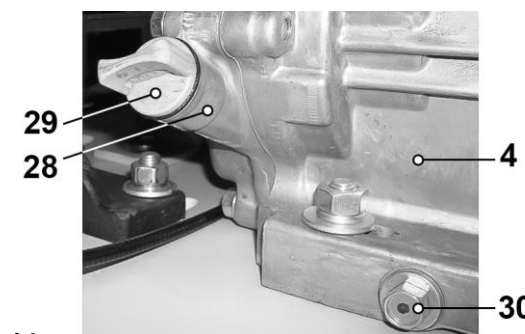

Рис. 14
8.1. Проверка уровня масла в двигателе (Рис. 14 - 16). Для долива и замены используйте моторное масло для 4-тактных двигателей вязкостью **SAE 10W-30**.
8.1.3. Выкрутите крышку (29) со щупом из маслоналивной горловины (28) и извлеките масляный щуп (29). Вытрите его чистой сухой ветошью (Рис. 14, 15).
8.1.8. Установите на место крышку со щупом (29) (Рис. 14) и плотно ее закрутите.
8.2.1. Для слива масла из двигателя (4) выверните крышку со щупом (29) из горловины (28) маслоналивного отверстия и пробку (30), слейте масло (Рис. 14).
8.2.4. Установите обратно в маслоналивную горловину (28) крышку со щупом (29) (Рис. 14).